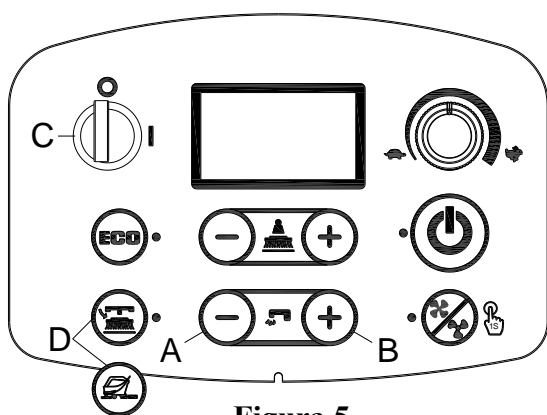
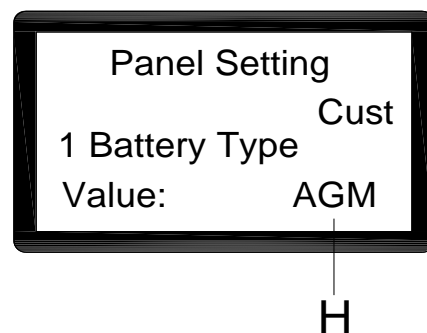

Figura 5
Figura 6
1. Pulse el botón caudal de agua «->» (A, Figura 5) y «-<» (B, Figura 5) al mismo tiempo.
2. Introduzca la llave de encendido (C, Figura 5) y colóquelo en la posición "I".
3. Varios segundos más tarde, entre en la pantalla de selección de la modalidad batería (Figura 6)
4. Pulse el botón caudal de agua «->» (A, Figura 5) y «-<» (B, Figura 5) para seleccionar la modalidad batería (H, Figura 6)
5. Pulse el botón de desbloqueo para la versión de disco o el botón de preparación del suelo para la versión orbital (D, figura 5), Después de 3 segundos aparece «Actualización OK» esto quiere decir que la actualización ha tenido éxito. (C, Figura 5)